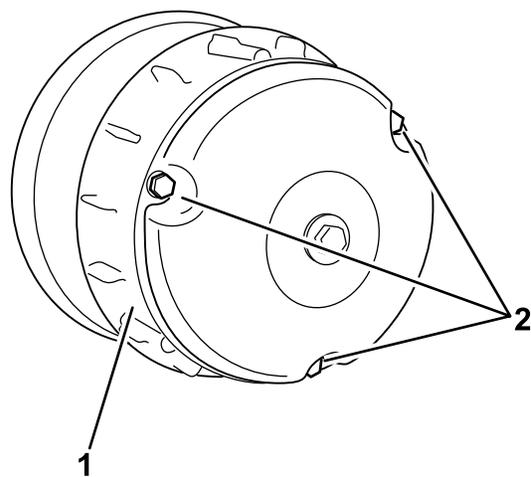

Рисунок 63
- Отверните три болта крепления крышки сцепления и снимите крышку (Рисунок 63).
- Установите крышку сцепления и закрепите ее 3 болтами (Рисунок 63), снятыми при выполнении пункта 2.